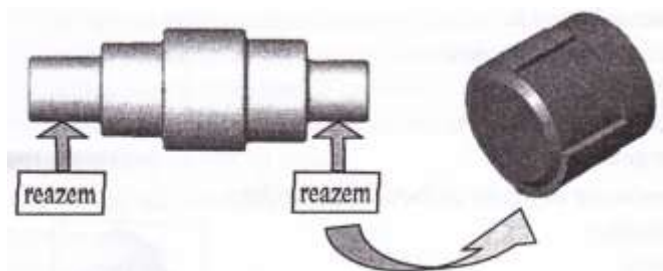

Fig. 1 - Lagăr cu alunecare
- lagăre cu alunecare, când forțele de frecare care apar sunt de alunecare (fig.1.);